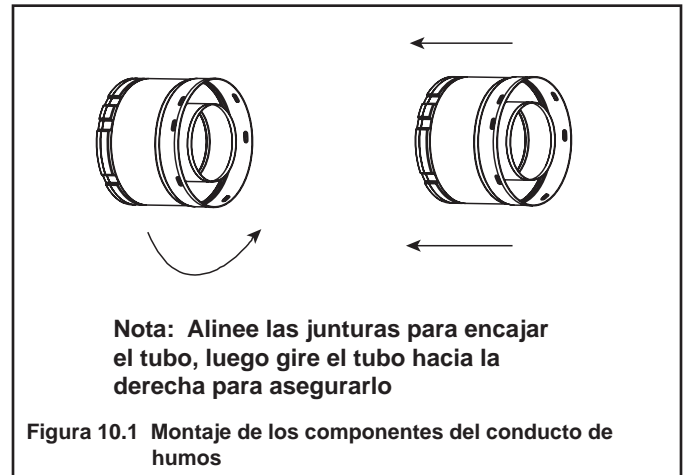

Figura 10.2 Masilla resistente a las altas temperaturas
- Aplique la masilla dentro del ribete del tubo hembra exterior antes de unir las secciones. Consulte la Figura 10.2.